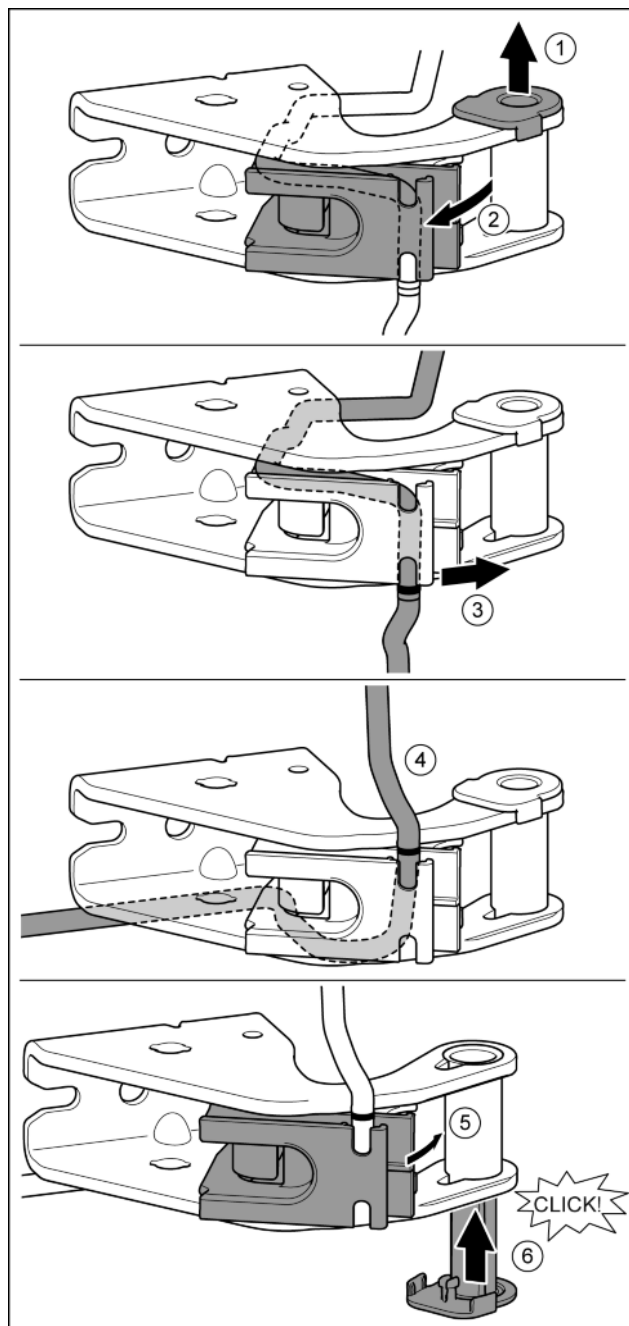

Fig. 26
- ▶ Lagerbussen uit de geleiding trekken. Fig. 26 (1)
- ▶ Kabelhouder uitzwenken. Fig. 26 (2)
- ▶ Kabel uit de geleiding losmaken. Fig. 26 (3)
- ▶ Kabel gespiegeld aanbrengen. Fig. 26 (4)
- ▶ Kabelhouder naar binnen zwenken. Fig. 26 (5)
- ▶ Lagerbus op de andere kant aanbrengen en vastklikken. Fig. 26 (6)